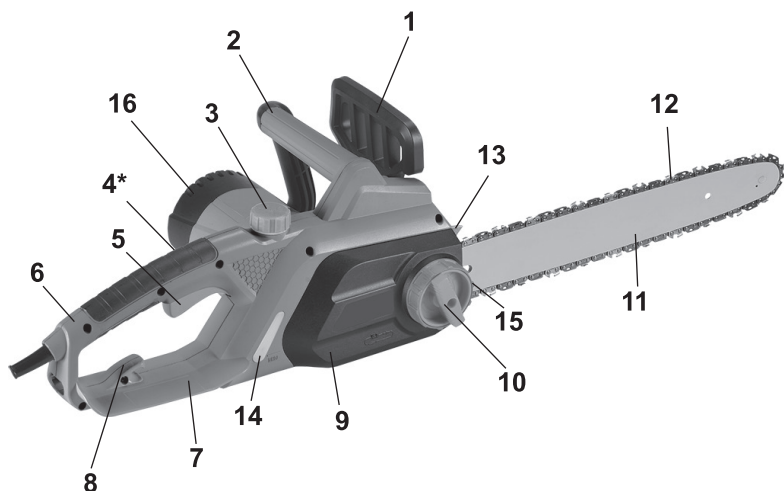
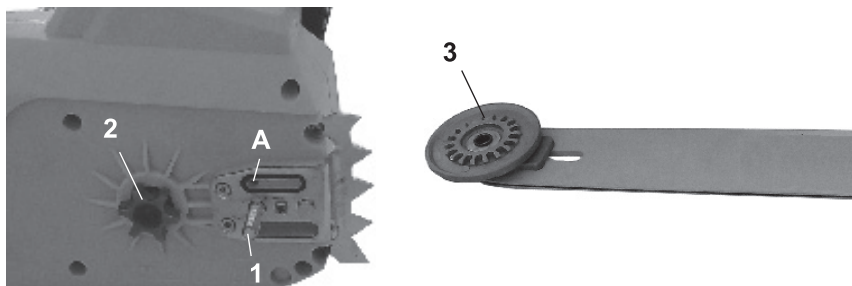
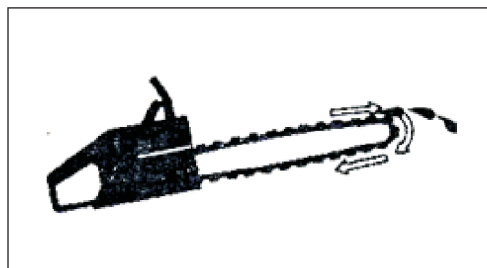

рис. 1
рис. 2
рис. 6
Привод цепи осуществляется однофазным коллекторным электродвигателем. Рабочим органом пилы является пильный аппарат, состоящий из бесконечной (замкнутой) пильной цепи (рис.1 поз.12), бегущей по направляющей шине (рис.1 поз.11).
1.3 Включение пилы в работу осуществляется нажатием на клавишу выключателя (рис.1 поз.5). Выключатель имеет блокировку от случайного включения. Нажатием кнопки (рис.1 поз.4, слева на задней рукоятке), клавиша выключателя разблокируется. После нажатия на клавишу выключателя (рис.1 поз.5), включается двигатель, и ведущая звёздочка приводит в движение пильную цепь. Отпущенная клавиша и кнопка блокировки (с характерным щелчком) возвращаются в исходное положение – «выключено».
Остановка цепи также осуществляется механическим тормозом двойного действия: вручную, нажав левой рукой на щиток тормоза (рис.1 поз.1) от себя, или при срабатывании автоматического инерционного привода (при отскоке, защемлении цепи).
Две рукоятки пилы – передняя (рис.1 поз.2) и задняя (рис.1 поз.6) оснащены устройством виброгашения.
2.4 Общий вид пилы представлен на рис.1
На правой половине корпуса находится крышка шины (рис.1 поз.9). На ней расположены ручка фиксации (рис.1 поз.10) и кольцо регулировки натяжения цепи (рис.1 поз.15).
Рядом с крышкой шины находится окно контроля уровня масла (рис.1 поз.14).
Перед установкой шины убедитесь, что тормоз цепи не находится в сработавшем положении. В противном случае переместите рычаг (щиток) тормоза (рис.1 поз.1) к передней рукоятке (рис.1 поз.2).
- открутив ручку фиксации крышки шины (рис.1 поз.10) и кольцо регулировки натяжения цепи (рис.1 поз.15), снять крышку шины;
- установить шину на болт крепления (рис.2 поз.1) в крайнее правое положение;
- пильную цепь (рис.1 поз.12) наденьте на ведущую звёздочку (рис.2 поз.2). Уложите верхнюю часть цепи в паз шины, пропустите цепь между зубцами ведомой звёздочки на переднем конце шины;
- слегка натяните цепь вращением по часовой стрелке внутреннего колеса системы натяжения (рис.2 поз.3);
- установите крышку шины и слегка затяните ручку фиксации (рис.1 поз.10).
Регулировка натяжения цепи производится кольцом (рис.1 поз.15) при ослабленной ручке крепления шины (рис.1 поз.10):
- отверните пробку маслобака (рис.1 поз.3);
- заполните бак маслом до верхней части окна (рис.1 поз.14, следите за тем, чтобы в бак не попала грязь);
таким образом, чтобы носок шины был направлен на эту поверхность на расстоянии 15-20 см (см. рис.6). На поверхности появляются следы масла, если система смазки работает нормально. Если следы масла не появляются, необходимо прочистить выходное отверстие (рис.2 поз. А) в корпусе редуктора.